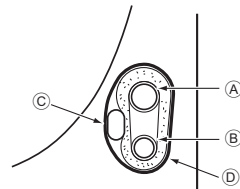

Fig. 4-4
4.4.1. Alojamiento en el espacio para tuberías de la unidad (Fig. 4-4)
- D Cinta de fieltro ③